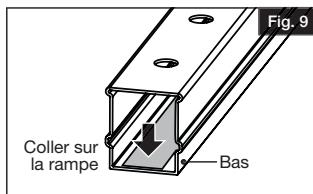

Fig. 9
- Appuyer sur la bande en mousse pour la coller sur les rampes (Fig. 9). Dans le cas des mains courantes de 8 pi (243,8 cm) de longueur, la bande adhèrera au raidisseur en aluminium et non pas à la main courante elle-même.